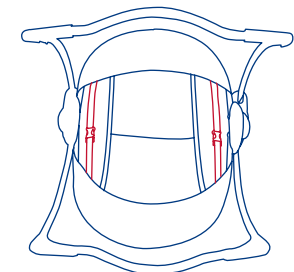

Fig. 6
- 6) • Make sure the cradling seat is properly attached to the frame and that the straps are buckled on the back of the seat. (Fig. 6)
- S'assurer que le siège berçant est correctement fixé au cadre et que les sangles sont attachées à l'arrière du siège. (Fig. 6)
- Make sure the cradling seat is properly attached to the frame and that the straps are buckled on the back of the seat. (Fig. 6)